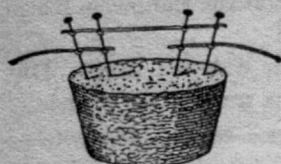

Abb. 74
d) Wie sichert man sich gegen die Gefahren des Kurzschlusses? In den Stromkreis einer Taschenbatterie schalten wir ein Glühlämpchen und einen Lamettafaden (an Stecknadeln auf einem Kork herumwickeln (Abb. 74). Von der Leitung führen wir auf eine kurze Strecke die blanken Drähte nebeneinander. Bei Stromschluß leuchtet das Lämpchen auf. — Überbrücke die blanken Drähte dadurch, daß du eine Stricknadel darüberlegst! Beobachte das Lämpchen, den Lamettafaden!